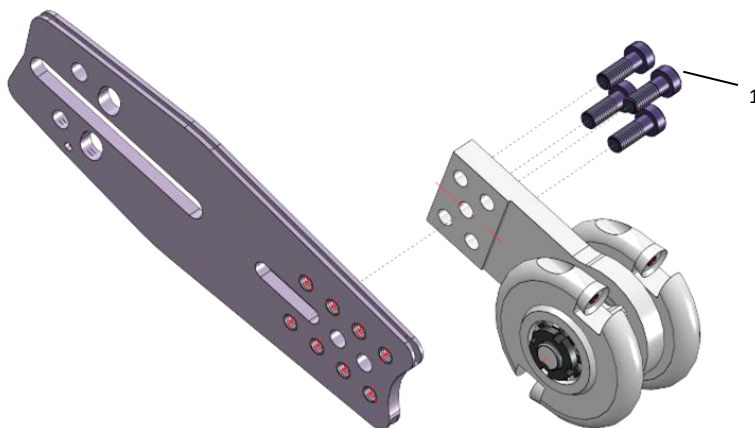

Fig. 1. Montering af rende­høvl ETH-C-Mini
- Monter rende­høvl med de 4 maskinskruer (1- Fig 1.). For de fleste save passer positionen på de to midterste borer. Hvis kæden er for kort eller for lang ved spænding, benyttes en anden position.